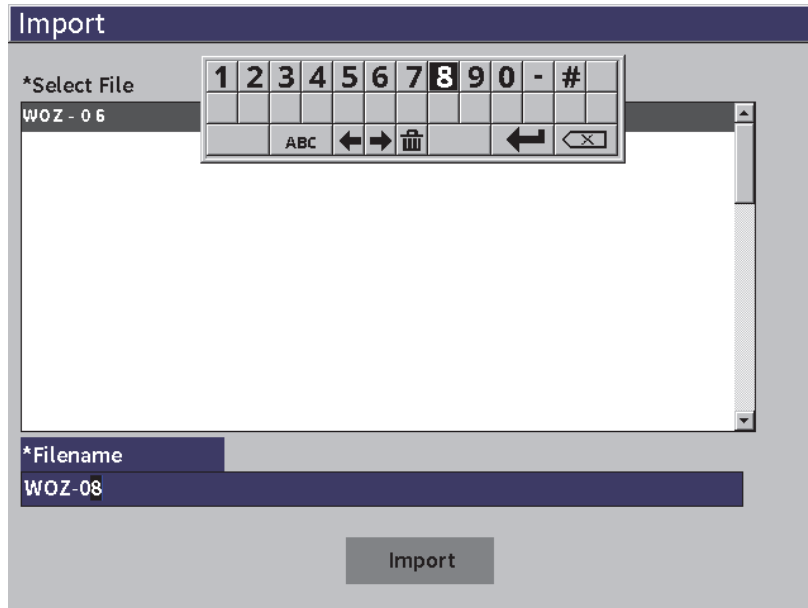

Рис. 9-33 Страница настройки Импорт (видеофайла)
- Чтобы импортировать выбранный файл под другим именем, введите новое имя файла, используя виртуальную клавиатуру, ручку регулятора и клавишу Enter (см. Рис. 9-33 на стр 167).